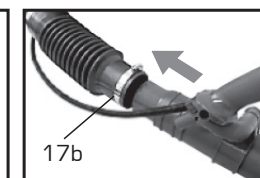

Figura 3
3. Luego inserte el primer tramo del tubo extensor (14) (con la empuñadura principal instalada en el mismo) a la manguera flexible (13) y ahora sí ajuste la abrazadera (17b) (Figura 3).